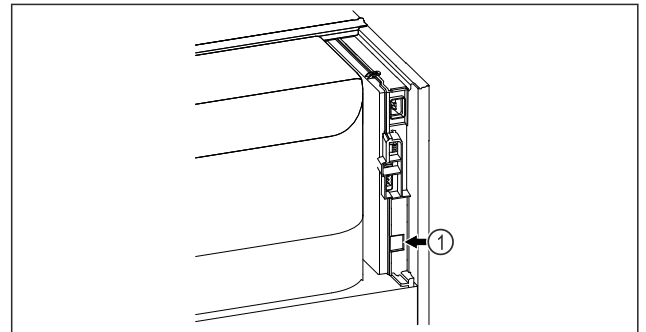

Fig. 86
- SmartModule Fig. 86 (1) este instalat.